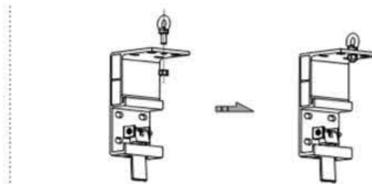

图10
- 2、将吊环穿入安装挂件的吊环孔，通过拧紧螺母将吊环固定在安装架上；（如图10）将安装架扣入投影幕；使用安全扣将拉爆顶钩和吊环连接起来成吊挂，也据天花顶的高度，采用链条或钢丝绳等连接拉爆顶钩与安全扣，调整投影幕的吊挂高度。（如图11-12）